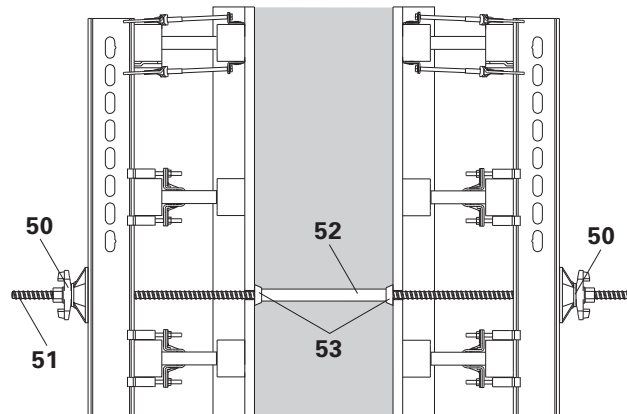

Fig. B8.01
1. Apertar a porca de orelhas de turbilhão com base articulada DW 15 (59) na barra e inserir, a partir de fora, o conjunto pré-montado (51) no painel de cofragem.
2. Inserir o tubo espaçador (52) com cones (53) na barra DW 15 (51).
4. Inserir a barra DW 15 (51) pela cofragem do lado oposto e apertar a porca de orelhas de turbilhão com base articulada DW 15 (50).
- (Fig. B8.01)